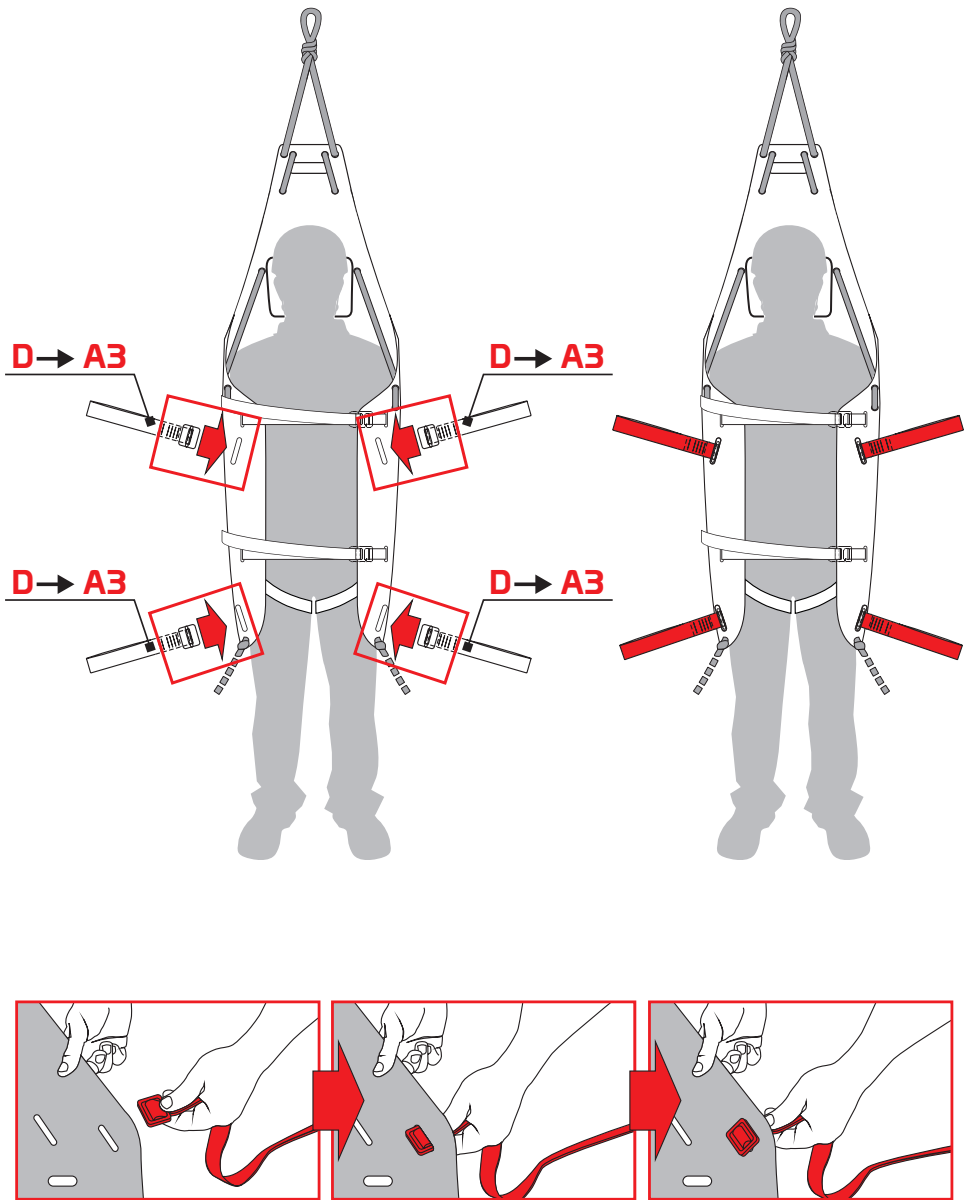

Fig.13
b) trasporto manuale: inserire le maniglie laterali (D) nelle asole A3 del piano di appoggio (fig. 13).